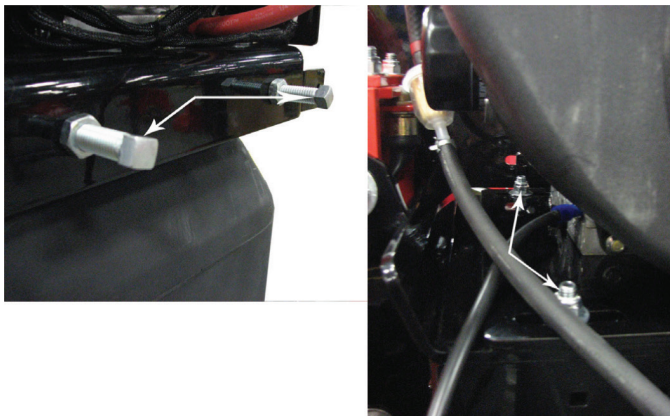

Рис. 5.6. Регулировочные болты плиты двигателя
9. Проверьте натяжение ремня и при необходимости отрегулируйте его. Прогиб ремня в его центре должен составлять 7/16 дюйма (10÷11 мм) при нажиме на него с усилием в 20 фунтов (20 кгс) (см. рис. 5.6).